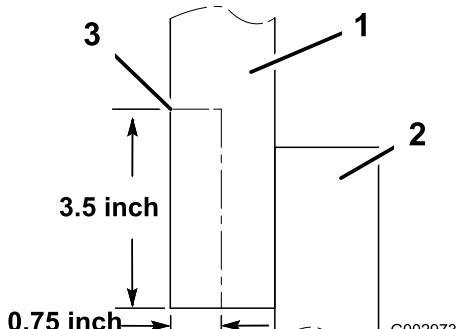

Figura 18
- 8. Sui vecchi modelli è necessario tagliare il gruppo di tenuta per lasciare lo spazio per il flessibile (Figura 18).